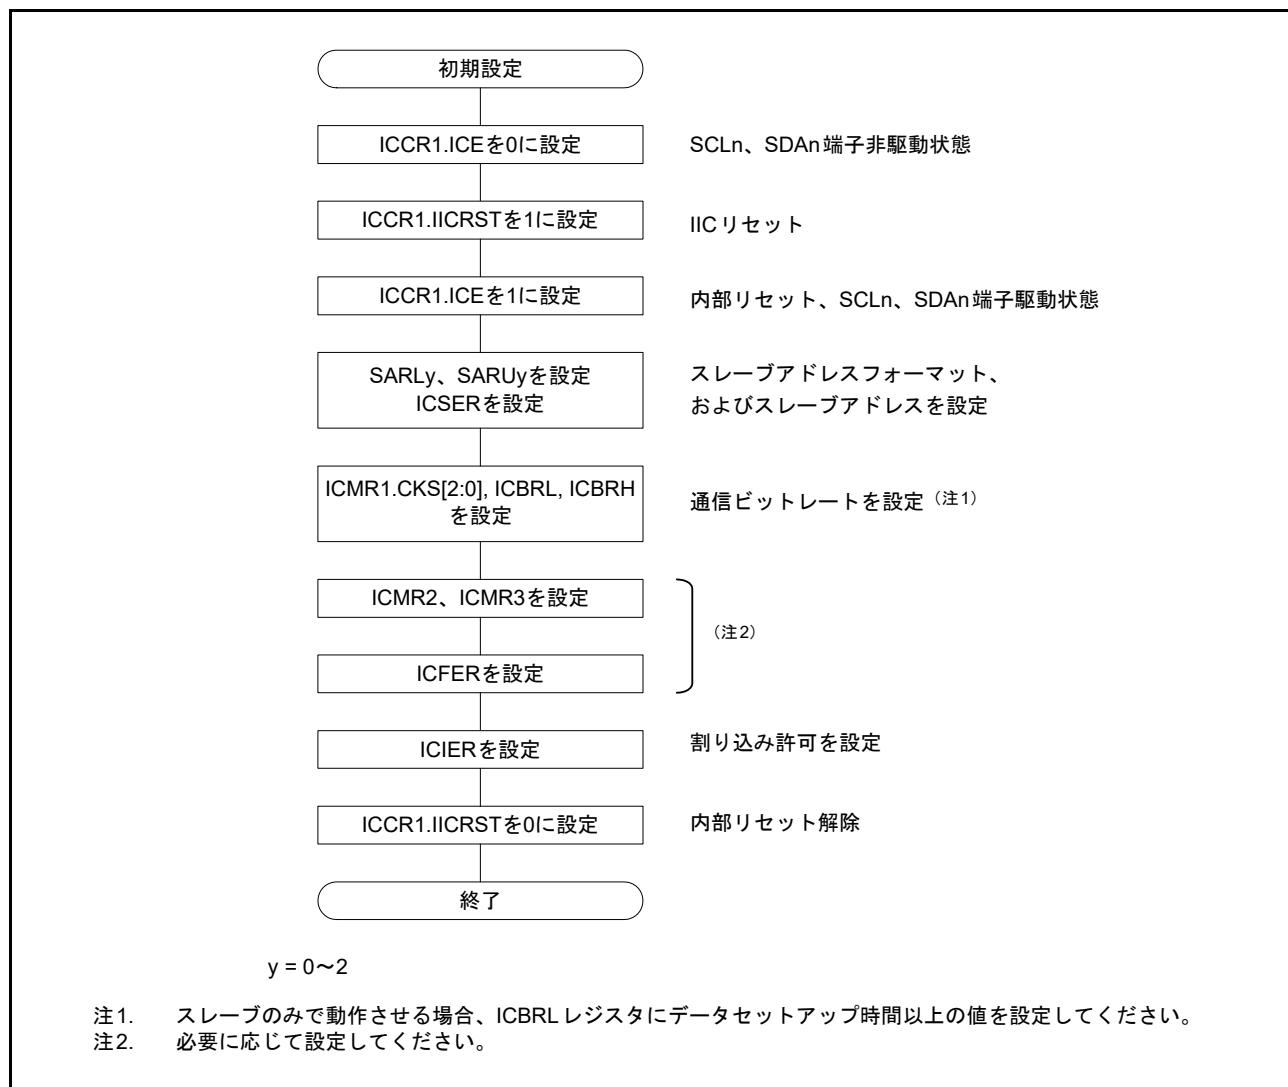

図 29.5 IIC の初期化フローチャート例
データの送受信を開始する前に、図 29.5 に示す手順に従って IIC を初期化してください。
4. SARLy、SARUy、ICSER、ICMR1、ICBRH、ICBRL の各レジスタ ( $y = 0 \sim 2$ ) を設定します。必要に応じて、それ以外のレジスタも設定します。IIC の初期設定については、図 29.5 を参照してください。